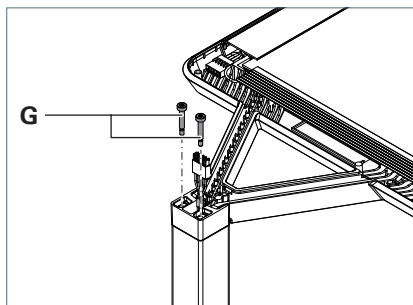

Fig. 4 : Fixer la tête du luminaire.
- Fixez la tête du luminaire avec les deux vis **G** et serrez fermement les vis, voir Fig. 4.